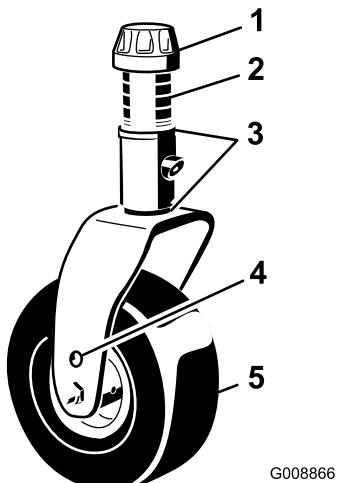
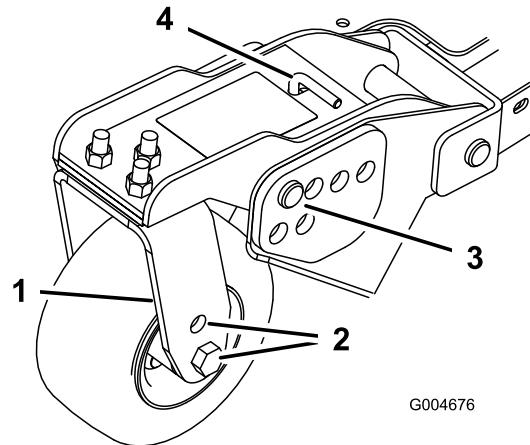
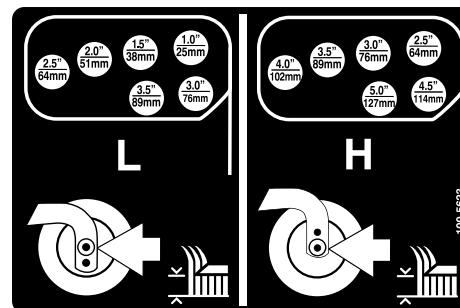

Рисунок 18
Рисунок 20
Рисунок 21
1. Поместите оси поворотных колес в одинаковые отверстия во всех вилках поворотных колес (Рисунок 18 и Рисунок 20).
2. Снимите колпачковую гайку с вала шпинделя и извлеките шпиндель из рычага поворотного колеса (Рисунок 18).
5. Извлеките игольчатые шплинты и шплинтуемые штифты из рычагов поворотных колес (Рисунок 20).
отверстий с выбранными отверстиями кронштейна высоты скашивания в раме деки газонокосилки (Рисунок 20 и Рисунок 21).